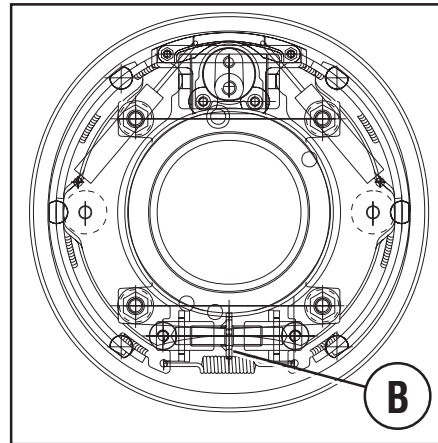

Fig. 61
- Drej justeringshjulet manuelt (B fig. 61) for at justere bremseåget.